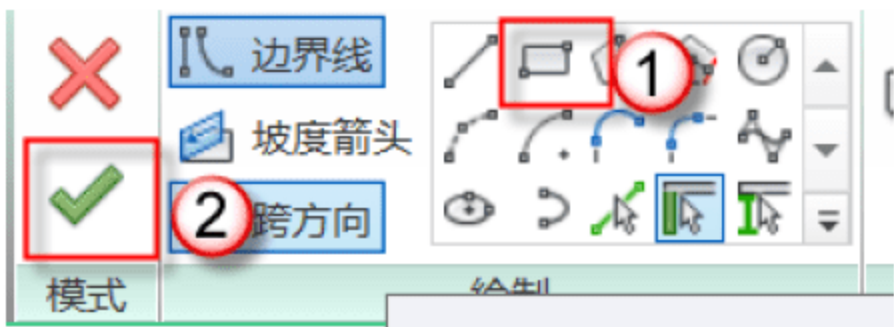
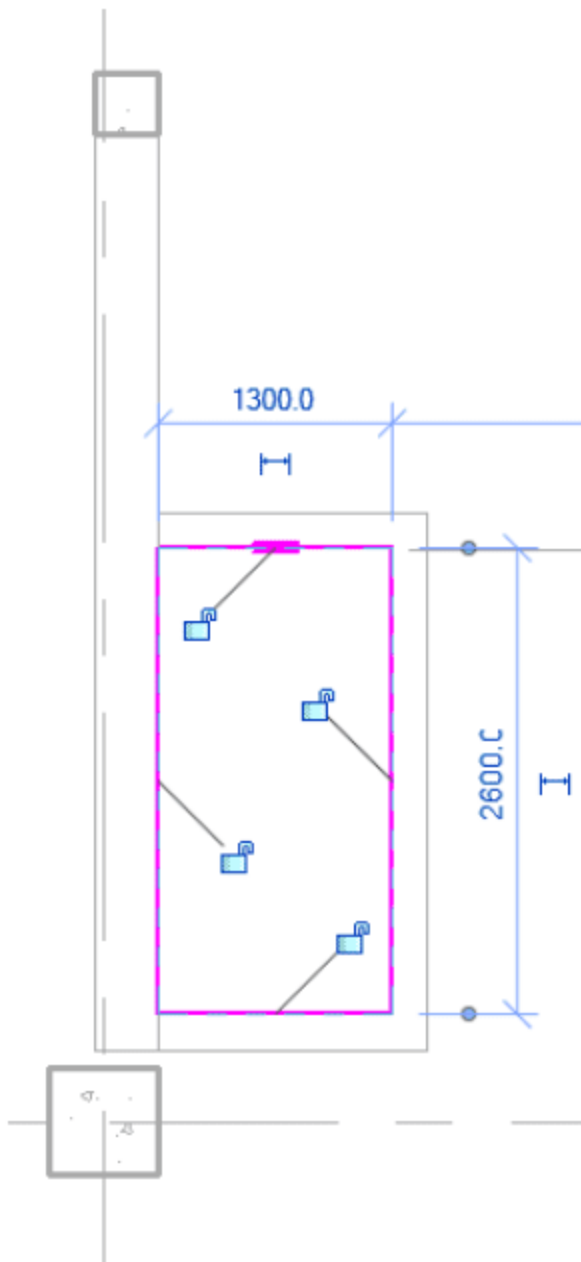
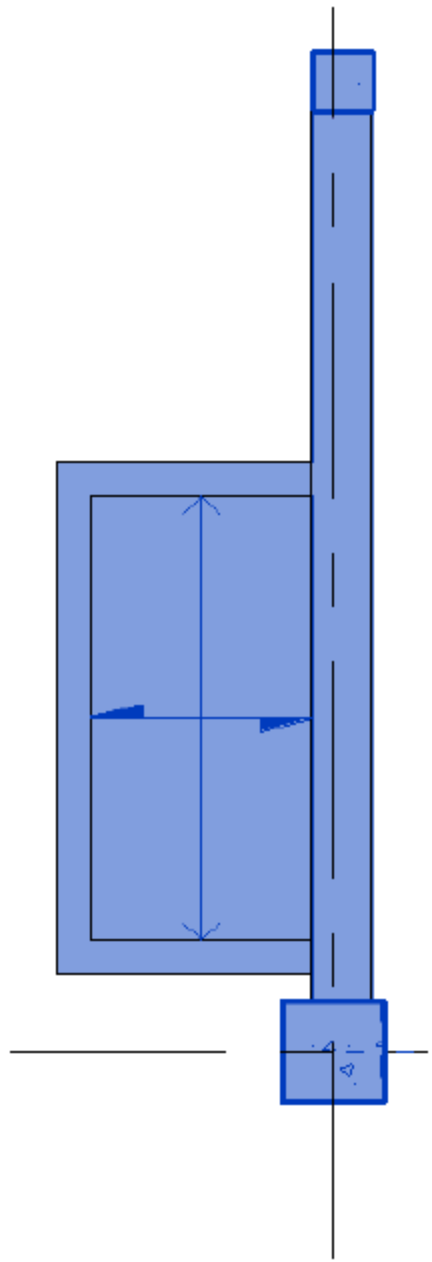

图 5.3.14 选择绘制工具
图 5.3.15 绘制方法
图 5.3.16 有梁雨蓬平面图
(10) 进入“修改/创建楼板边界”模式。可以观察到有梁雨蓬的边界为一矩形，且不需要考虑坡度以及跨方向，则可直接选择“边界线”中的“矩形”工具进行绘制，如图 5.3.14 所示。绘制完成后，单击 √ 按钮完成有梁雨蓬的绘制，如图 5.3.15 和图 5.3.16 所示。